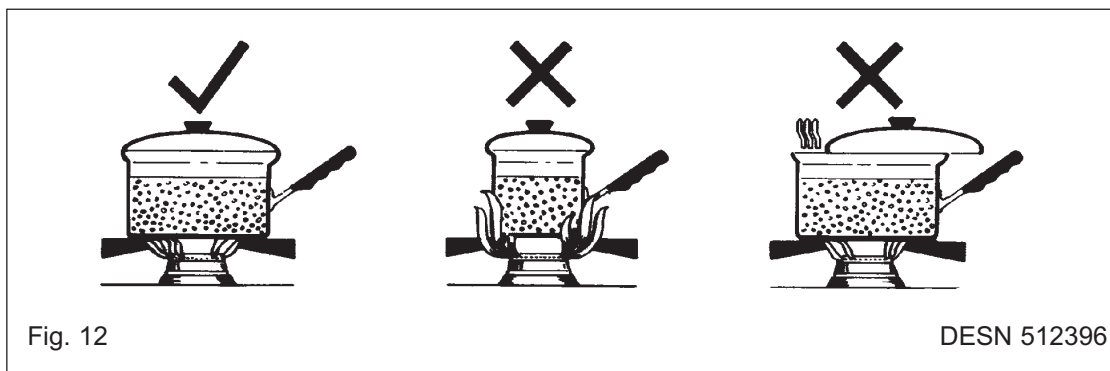

Fig. 12
- Posez toutes les casseroles bien au milieu au-dessus des brûleurs. Les flammes doivent se porter vers le fond de la casserole. Ne laissez pas les flammes remonter les bords de la casserole. (Voir Fig. 12).